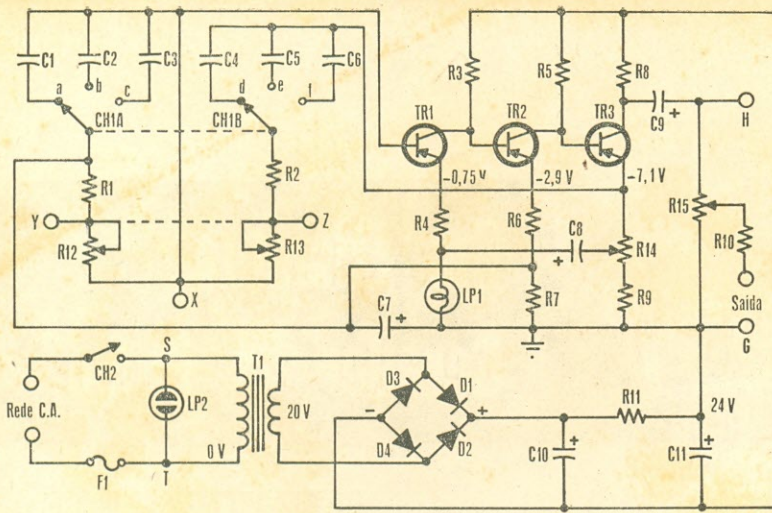
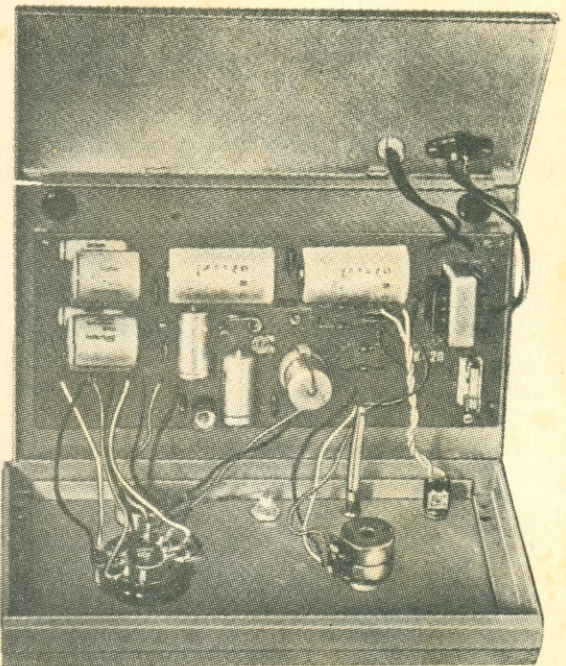

FIG. 2 — Diagrama esquemático do gerador de sinais.
FIG. 4 — Vista interna do gerador de sinais de áudio, com a plaqueta de circuito impresso totalmente montada e fixada em posição.
A pesquisa mais eficiente, em caso de irregularidades, é feita por meio de um osciloscópio. Para isso, examina-se o sinal à saída do detector de luminância/crominância. O sinal neste ponto tem ao redor de 2V p-p e assim, a sensibilidade do osciloscópio deve ser superior a 1V por polegada de deflexão, principalmente quando se emprega uma ponta de prova de baixa capacitância, que atenua fortemente o sinal. Caso você não consiga suficiente amplitude na tela do osciloscópio com a ponta de baixa capacitância, recomendamos o emprego de uma ponta de prova semelhante à da Fig. 4, a qual funciona satisfatoriamente em mui-
FIG. 4 — Ponta de prova que não atenua muito os sinais. Pode ser empregada quando a ponta de prova de baixa capacitância produz uma amplitude insuficiente na tela do osciloscópio. A blindagem pode ser um caneco de F.I. ou uma carcaça de eletrolítico.
Analisando, agora, o diagrama esquemático da Fig. 2, verificamos que, se a relação $R12:R1 =$
A Fig. 2 mostra o diagrama esquemático de nosso gerador de sinais em ponte de Wien. Pelo que foi dito anteriormente, é fácil concluir que a ponte é formada por quatro braços distintos: dois deles compreendem os capacitores C1, C2 e C3 e os capacitores C4, C5 e C6, que são introduzidos no circuito por CH1A e CH1B, aos pares. O primeiro par de capacitores, C1-C4, determina a faixa de 15 a 200 Hz; o segundo par, C2-C5, fixa
A montagem do gerador de sinais de áudio poderá ser feita sobre uma plaqueta de circuito impresso, como a ilustrada na Fig. 3, que mostra ainda a disposição dos componentes, identificados de acordo com a Fig. 2. Essa mesma plaqueta, completamente montada, é vista ainda na Fig. 4, já alojada no interior da caixa metálica que abriga
FIG. 4 — Exemplo 2 de aplicação da eq. (2). Trata-se de um amplificador de áudio de dois estágios de emissor comum, para sinais pequenos. Os transistores têm um h_{fe} de 330 e um $h_{ie} = 25 h_{fe} / I_{c'}$, operando com um V_{CE} de 4 V e um fator de estabilização $S = 10$. Pedem-se os valores de R_1 , R_2 , R_c , R_3 e R_4 , para que o ganho de corrente do amplificador em C.A. (i_2/i_1) seja igual a 20.000 (ver texto).
Exemplo 2 — (Para quem já possua conhecimento teórico sobre transistores). Temos na Fig. 4 um amplificador transistorizado de dois estágios de emissor comum. Vamos supor que os transistores apresentem um h_{fe} de 330, e perfeitamente bem comportado, isto é, invariável. Admitamos, também, que a resistência de entrada de ambos os transistores seja bem representada pela relação de Shockley, com um coeficiente de 25 mV. Por último, fica estabelecido que TR1 e TR2 operam com um V_{CE} de 4 V, um V_{cc} de 9 V, um fator de estabi-